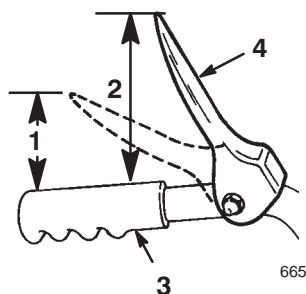

Figure 8
3. Vérifiez la distance entre le bas de la manette de tarière/roue hélice et le haut de la poignée du mancheron (Fig. 8). L'écartement doit être d'environ 10 cm.
Remarque : La résistance augmente de manière perceptible lorsque la courroie d'entraînement de tarière/roue hélice devient tendue (à peu près à mi-course de la manette). Le réglage est correct si la résistance **commence** à augmenter quand le bout de la manette de commande de tarière/roue hélice se trouve à une distance de 2,5 à 5,0 cm du haut de la poignée (Fig. 8).